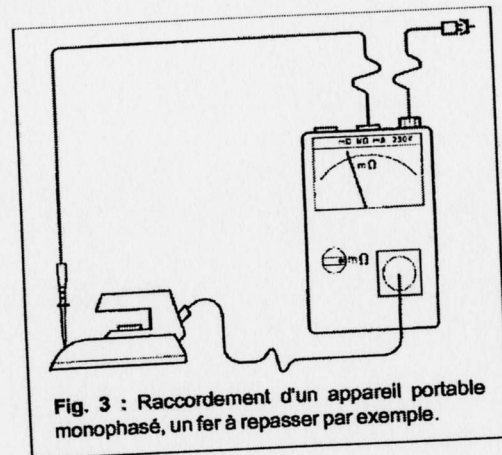

Fig. 3 : Raccordement d'un appareil portable monophasé, un fer à repasser par exemple.
1. Effectuer le raccordement de l'équipement conformément à la figure 3, 4 ou 5.